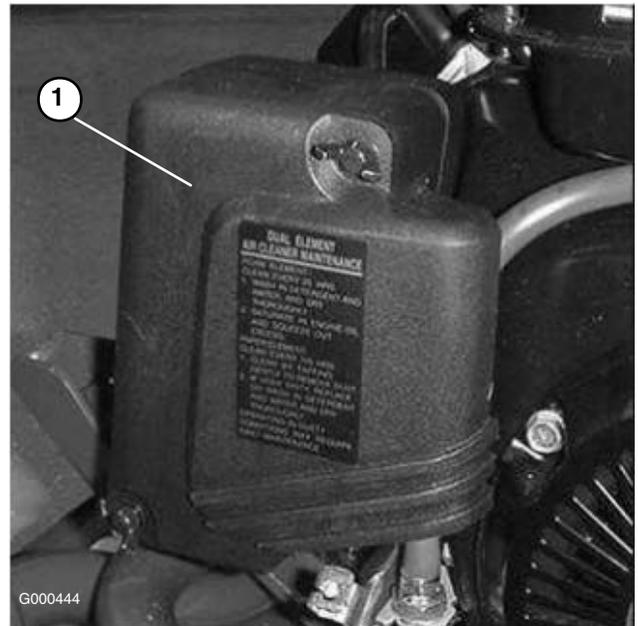

Figura 21
2. Retire as porcas que fixam a cobertura do filtro do ar e retire a cobertura. Limpe bem a cobertura (Figura 21).